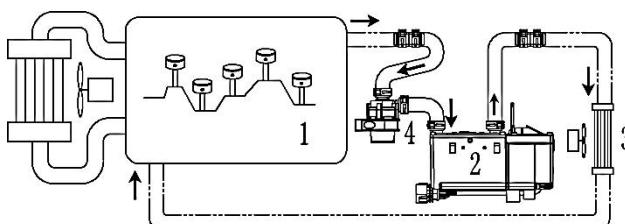

图 7
3.3 冷却液循环系统安装(见示意图 7、8)
3.5.3 燃油液面与油泵之间的高度差以及油泵与主机进油口之间的高度差，会在油路中产生压力（或吸力），所以这些尺寸应符合图 7 要求。